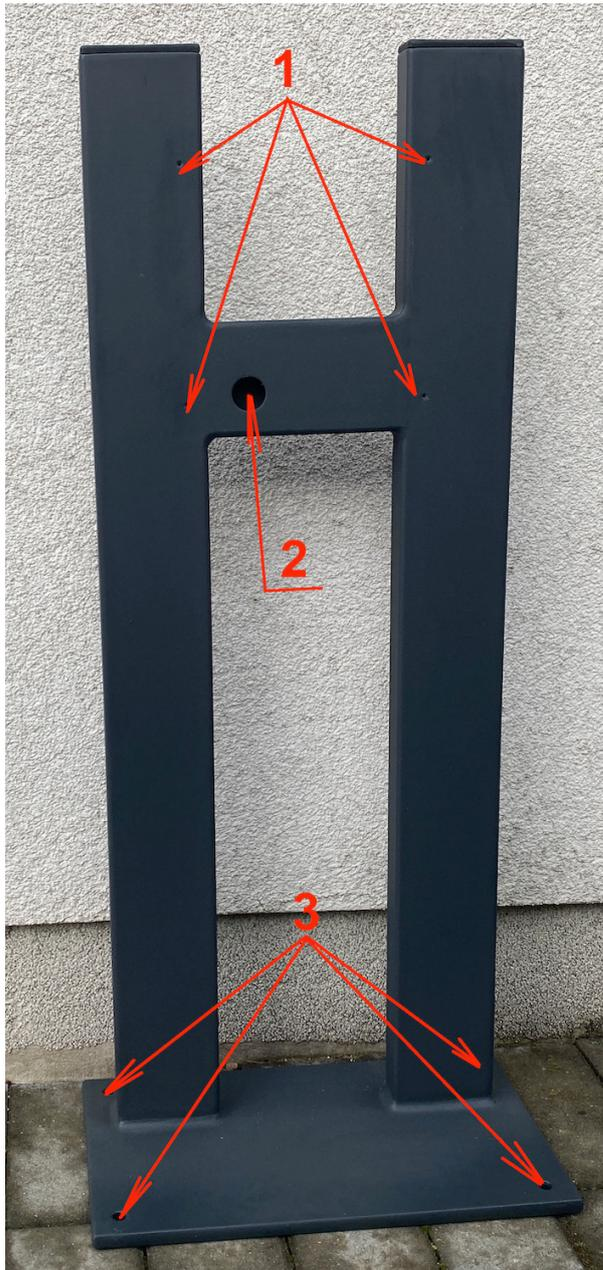

Abbildung 1
⇒ Der Ständer ist bei der Lieferung mit einem Erdungskabel versehen, das durch Öffnung Nr. 2 auf Abbildung 1 herausgeführt wird.
3. Ziehen Sie das Anschlusskabel durch die Grundplatte des Ständers und führen es durch Öffnung „2“ auf Abbildung 1 heraus.
10. Bohren Sie ferner in der Ladestation entsprechend Position 2 in Abbildung 1 eine Öffnung mit dem Durchmesser der Anschlusskabel.